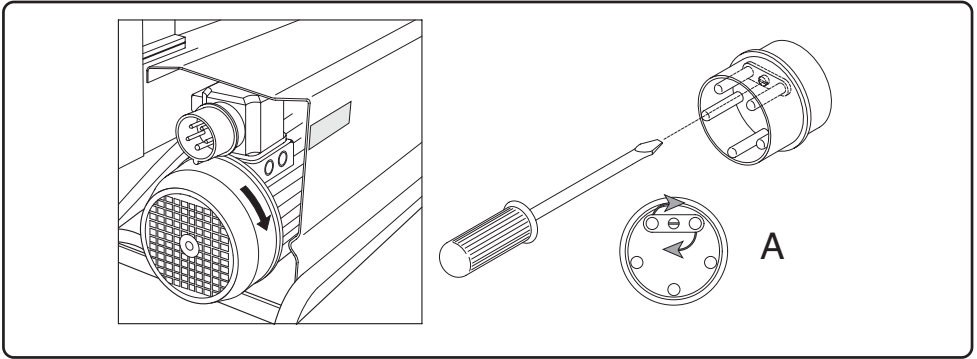

Fig. 3
Efter at have åbnet emballagen og fjernet maskinen (med de nødvendige forholdsregler for at undgå arbejdsskader og i overensstemmelse med de lokale miljøbestemmelser vedrørende afvikling af emballage, som gælder i det land, hvor maskinen skal anvendes,) placeres maskinen på et plant underlag, cylinderen føres ud i arbejdsstilling som angivet med pilen, og den blokeres med to skruer og spændskiver som vist i fig. 3.
2) Sæt strøm til motoren i et eller to sekunder ved hjælp af den grønne trykknop, som sidder oven på motoren, så det kan ses, hvilken vej motoren drejer. Hvis motoren drejer den modsatte vej af den, som pilen oven på motorskærmen angiver, tages stikket ud og der byttes om på de to poler ved hjælp af en skruetrækker som vist under A (fig. 3).